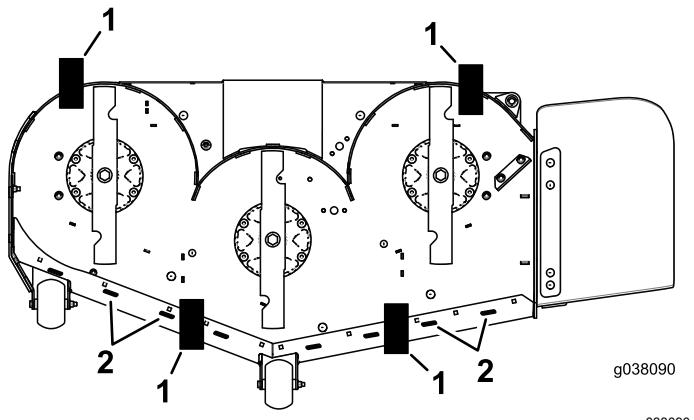

Figura 103
11. Coloque 2 bloques (ver Altura de bloque y soporte) debajo del borde trasero del faldón de la carcasa de corte, uno en cada lado de la carcasa de corte (Figura 103).